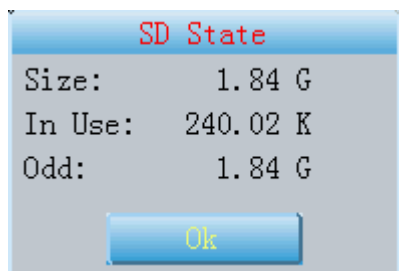

Fig. 13-2-3
- 2 **SD** Haga clic en este icono para comprobar el estado de la tarjeta SD, como aparece en Fig.13-2-3.